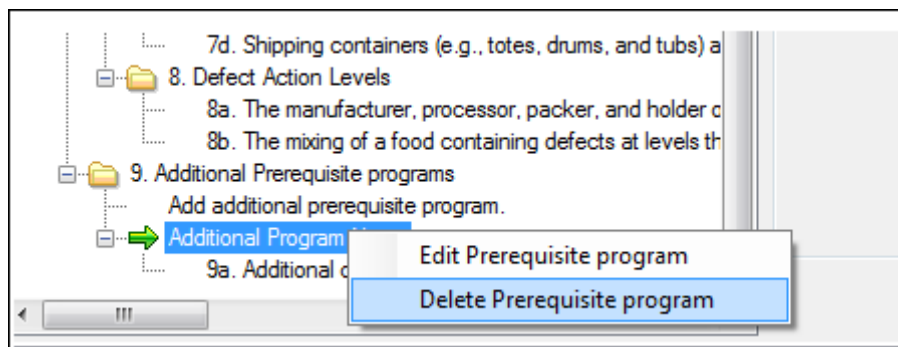

図35:追加の前提条件プログラムの削除
Preliminary Steps (前提条件手順)タブからプロセス手順をインポート(図35)するには、次の手順を実行する。
- a) 図35に表示されたプロンプトから “Manually (手動)”を選択する。